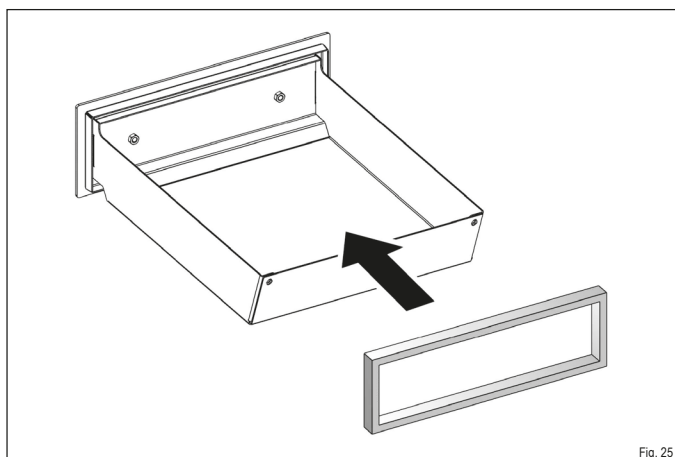

Fig. 25
- Appuyez uniformément sur le nouveau joint dans le guide du (Fig. 25).